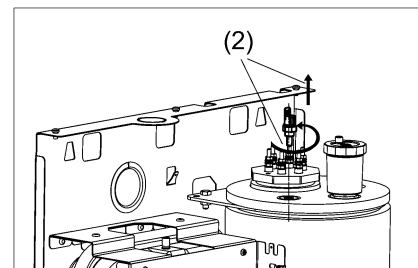

Рисунок 15. Замена датчика температуры теплоносителя
- (1) Отсоедините наконечники жгута управления от датчика.
- (2) Выверните датчик (см. рис. 15) из теплообменника.
- (3) Вверните новый датчик в теплообменник, при уплотнении резьбы используйте специальный резьбовой герметик.
- (4) Подсоедините наконечники жгута управления.
- (5) Проверьте герметичность установки датчика.
- (6) Проверьте надёжность контактов электрического подсоединения.